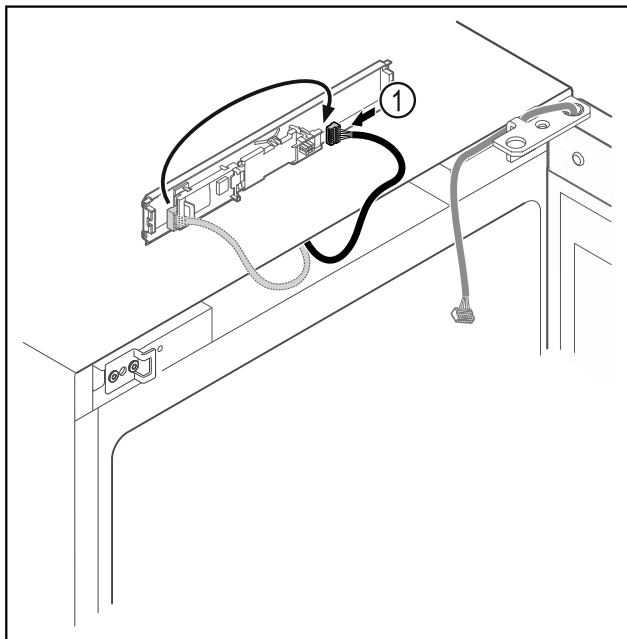

Fig. 18
- Přepojte zástrčku Fig. 18 (1) na desce.